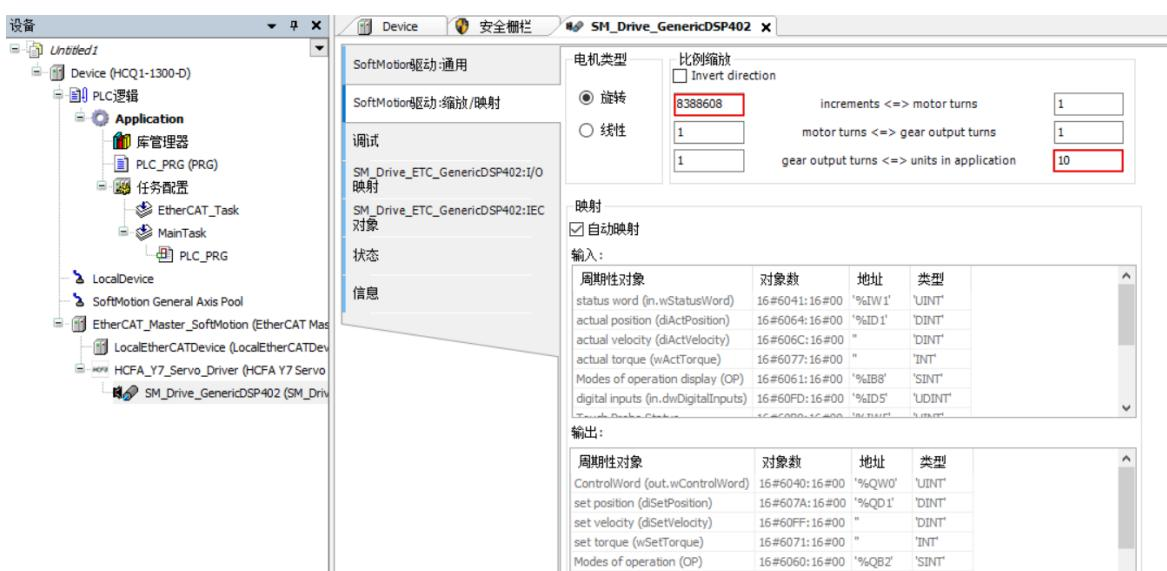

图13-11 DSP402轴配置
5. 双击打开【SM_Drive_GenericDSP402】，如图13-11所示，在increments填入【8388608】表示电机转一圈8388608个脉冲，在units in applicacation处填入【10】，表示电机转一圈，终端负载运动10。